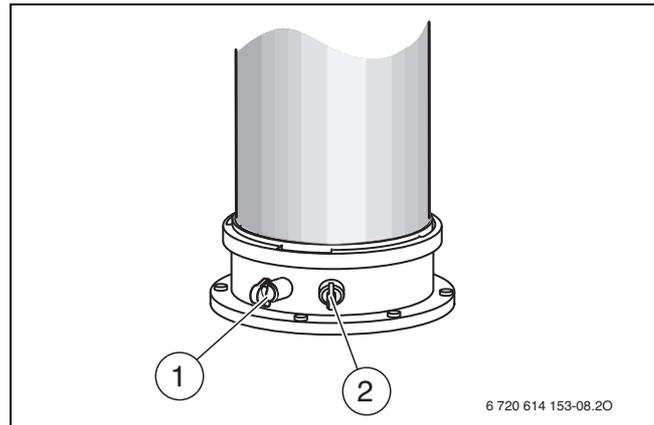

Bild 50 Abgasmessstutzen und Verbrennungsluft-Messstutzen
- ▶ Stopfen am Verbrennungsluft-Messstutzen (→ Bild 50, [2]) entfernen.